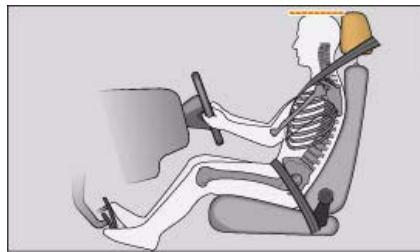

Fig. 165 Ajuste correcto del apoyacabezas del conductor
- Regule el apoyacabezas de tal manera que el borde superior del apoyacabezas quede, en la medida de lo posible, a la misma altura que la parte superior de la cabeza del ocupante en cuestión ⇒ fig. 165.